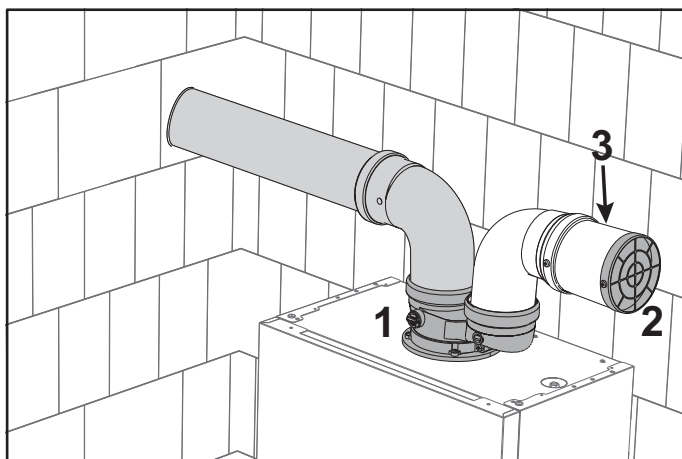

fig. 38 - Griglia di protezione
Installare l'accessorio di partenza (rif. 1 fig. 38 - cod. **041082X0**). Nel condotto di aspirazione deve essere montata la griglia di protezione (rif. 2 - fig. 38 - cod. **1KWMA85A**). Se necessario, inserire un tronchetto (3) fra griglia e accessorio.